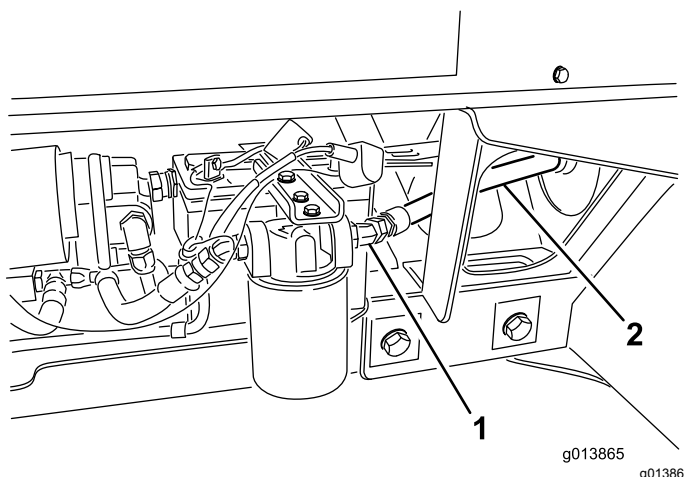

図 11
37. 油圧ホース #3 をフィルタの出口に接続する (図 11)。